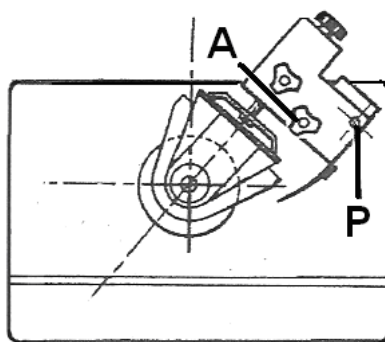

Fig 12
Installer d'abord le module de base. Pour cela il y a dans la table une foreure de filet M8 (A, Fig 12) et une foreure indice 8mm (P).